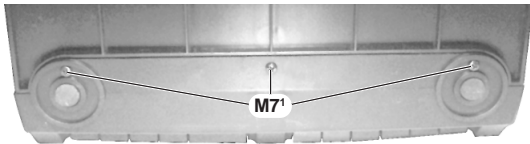
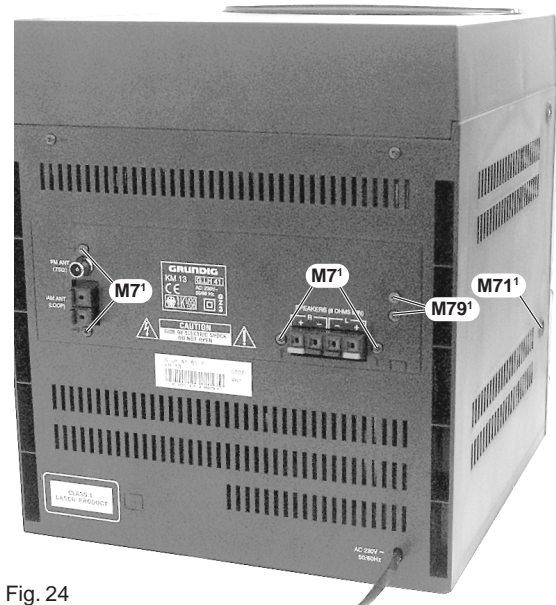

Fig. 23
Fig. 24
- 4 Schrauben **M7¹** (Fig. 24) auf der Geräterückseite und 3 Schrauben **M7¹** (Fig. 23) auf der Geräteunterseite herauserschrauben.
- 2 Schrauben **M79¹** und 2 Schrauben **M71¹** herauserschrauben (Fig. 24).
- Undo the 4 screws **M7¹** (Fig. 24) on the rear and 3 screws **M7¹** (Fig. 23) on the bottom of the mini system.
- Undo 2 screws **M79¹** and 2 screws **M71¹** (Fig. 24).
- 2 Schrauben **M7¹** (Fig. 24) herausschrauben.
- Undo 2 screws **M7¹** (Fig. 24).